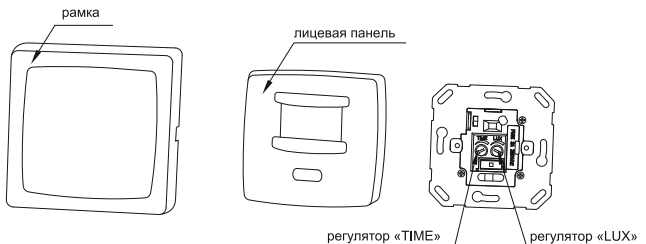

Рисунок 14 – Конструкция датчика движения ДД 030
- снимите рамку, а затем лицевую панель с основания датчика, поддев её отвёрткой с прямым шлицем (рисунок 14);
Регулятор выдержки времени включения датчика TIME, освещённости LUX и переключатель режимов работы датчика находится под лицевой панелью (рисунок 14), которая снимается с помощью отвёртки. Регулировка осуществляется с помощью отвёртки с прямым шлицем.